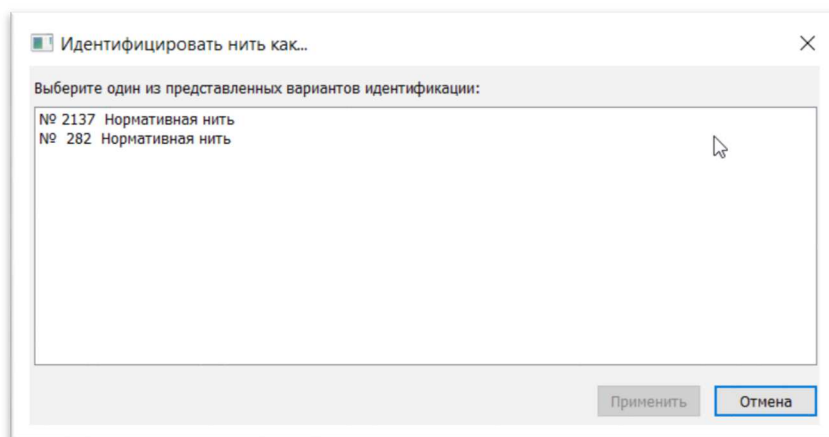

Рис.60. Список поездов для идентификации из всплывающего меню
2. Выбрать пункт меню «Идентифицировать как ...». Появится список поездов по сообщениям АСОУП и поездов из нормативного графика, которые еще не были привязаны к ниткам, и которые могут относиться к выбранной нити по месту и времени свершаемых событий (см. рис. 60).